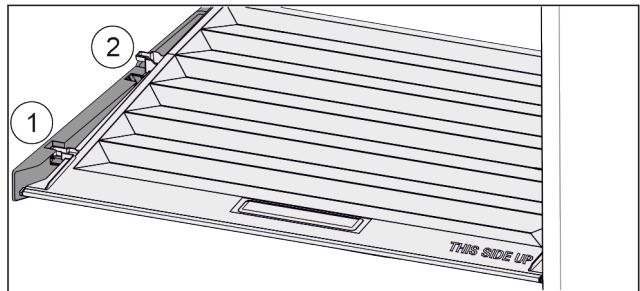

Fig. 147
- ▶ Deksel tot de opening in de vasthouddelen naar voren trekken Fig. 147 (1).
- ▶ Aan de achterkant vanaf de onderkant omhoog tillen en vanaf de bovenkant verwijderen Fig. 147 (2).